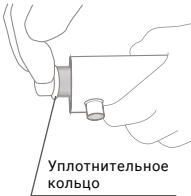

Рис. 10
8. Установите второе уплотнительное кольцо на закрытый конец кварцевой трубки, прижав к камере реактора (рис. 10).